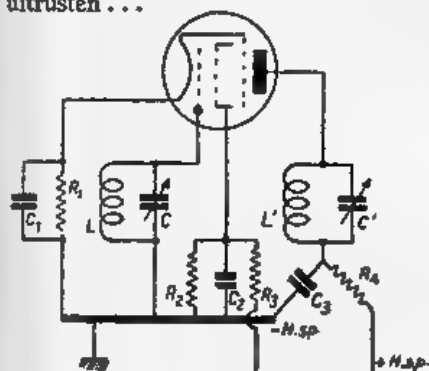
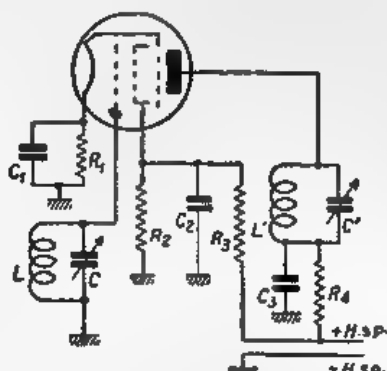

Fig. 72. Ontkoppelde schakeling van een pentode.
Fig. 73. Hetzelfde schema als in fig. 72, maar nu geteekend met het symbool voor massa.
W. — Je hebt volkomen gelijk. Merk nu nog op, dat de ont koppeling ook het voordeel heeft de gevaren van de ongewenschte inductieve koppelingen te verminderen, doordat de wegen der wisselstroom-componenten verkort worden. Nu kan ik het volledige schema voor je teekenen (fig. 72) van een versterkingstrap, zooals men die in de moderne ontvangtoestellen maakt. Het is precies hetzelfde als het schema van fig. 71.
Vr. — Toch niet heelemaal, lijkt mij. In fig. 71 komen de ont koppelcondensatoren C_4 , C_5 en C_6 direct terug bij de kathoden der overeenkomstige lampen. In fig. 72 echter ligt de ont koppelcondensator C_3 aan de — H-sp.
W. — Zoo is het zeker, Vraagal! Voorts heeft men de gewoonte aangenomen om „massa” met hetzelfde symbool aan te duiden als „aarde”, zoodat men in plaats van een enkele gemeenschappelijke verbinding te teekenen van de — H-sp., op verschillende plaatsen „massa” teekent. Volgens deze wijze van voorstelling zal fig. 72 overgeteekend worden in het schema van fig. 73. Maar je dient je wel goed in te prenten, dat als je in een schema verscheidene malen „massa” ziet, het in werkelijkheid slechts gaat om één enkele verbinding, die naar de negatieve pool van de hoogspanning loopt.